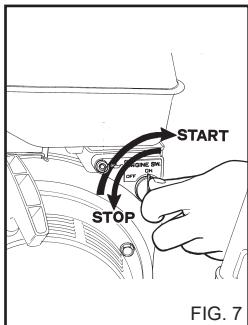

FIG. 7
3) Plaats de motorschakelaar in de stand ON (fig. 7).
- Plaats de motorschakelaar in de stand OFF. (fig. 7)